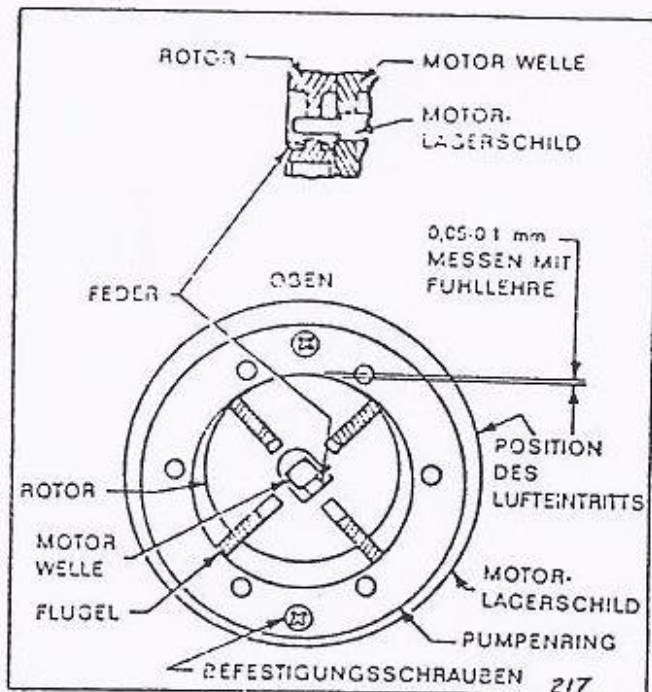

Bild 8
a) Legen Sie die Feder in den Rotor (Bild 8) und schieben beides auf die Motorwelle, anschließend montieren Sie den Gehäuse ring.
b) Richten Sie den Gehäuse ring so, daß der engste Luftspalt (oben) ca. 0,05 bis 0,1 mm beträgt (Bild 8). Den Luftspalt messen Sie mit einer Fühllehre. Drehen Sie den Motor von Hand durch, er muß frei auslaufen. Ziehen Sie die Gehäuseschrauben fest an.